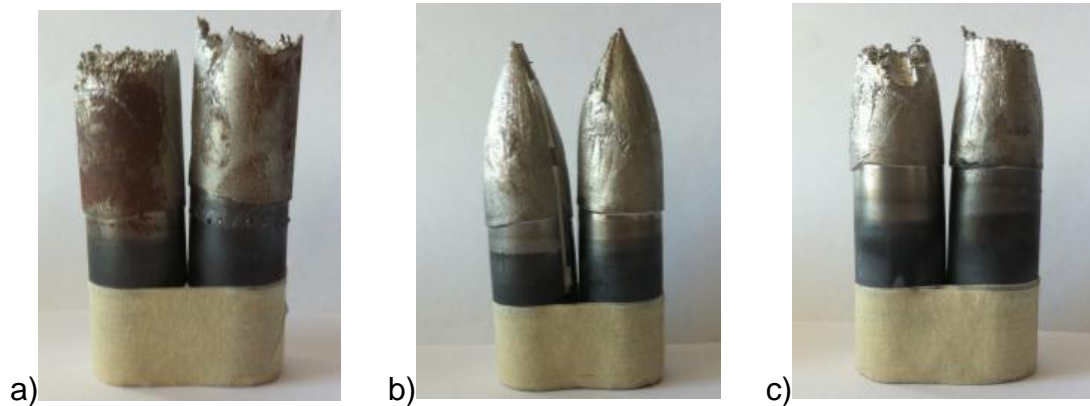

Abbildung 3: Heißzugproben bei verschiedenen Temperaturen
- b) Abbildung 3 zeigt Heißzugproben von Werkstoff A die bei 950°C, 1200°C und 1500°C geprüft wurden. Ordnen Sie die Proben den entsprechenden Prüftemperaturen zu. (1,5 Punkte)